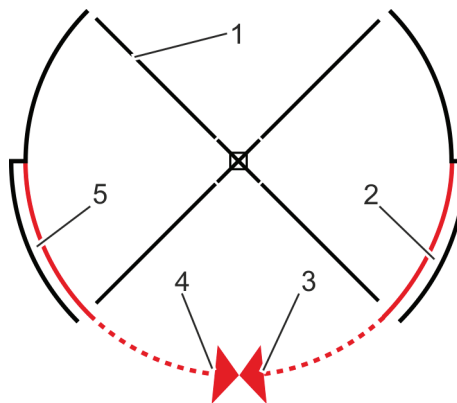

Рис. 42 Блокировка сегментов ночного экрана (четыре створки)
Войти в карусельную дверь (рис. 42) и повернуть створки (рис. 42/1) вручную до ночного экрана (рис. 42/3 + 4).
4. Разблокировать сегменты ночного экрана (рис. 42/3+4) в боковых карманах (рис. 42/2 + 5) с помощью квадратного ключа.
5. Выдвинуть сегменты ночного экрана (рис. 42/3 + 4) из боковых карманов (рис. 42/2 + 5) в зону входа до закрытия входа.
6. Заблокировать сегменты ночного экрана (рис. 42/3 + 4) с помощью квадратного ключа.